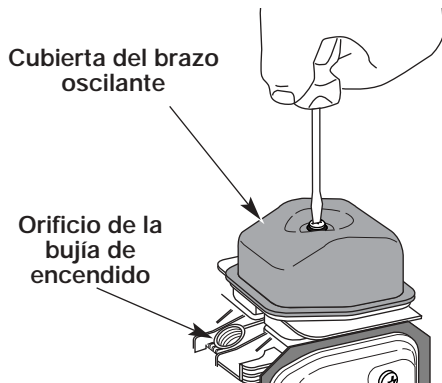

Fig. 30
7. Limpie la suciedad de alrededor de la cubierta del brazo oscilante. Saque el tornillo que sostiene la cubierta del brazo oscilante con un destornillador grande de vástago plano o con una broca Torx T25 (Fig. 30). Saque la cubierta y la junta del brazo oscilante.
- El pistón se encuentre en la parte superior de su recorrido mientras mira dentro del orificio de la bujía de encendido (Fig. 30).